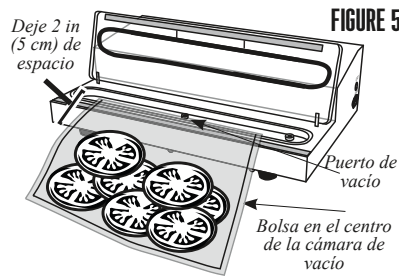

FIGURE 5
2. Coloque los elementos que se sellarán al vacío dentro de la bolsa de vacío. Deje al menos 2" (5 cm) en el extremo abierto de la bolsa para crear suficiente espacio de sellado. Asegúrese de no cubrir el puerto de vacío. (FIGURE 5).
3. Cierre la tapa de vacío y compruebe que la abertura de la bolsa esté en el centro de la cámara de vacío. (FIGURE 5).